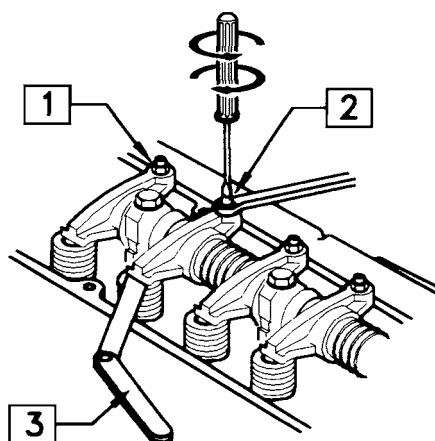

Fig. 7.2
(3) Régler le jeu des soupapes. (Fig. 7.2)
Vissez ou dévissez le culbuteur (1), pendant que l'on tourne la vis de fixation (2), régler le jeu des soupapes avec une cale (3) (Fig.7.2).